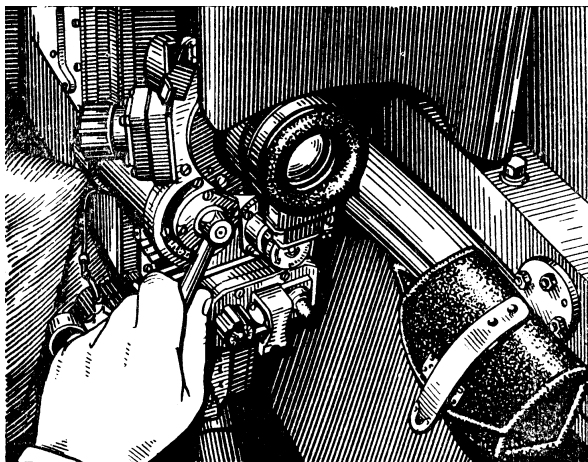
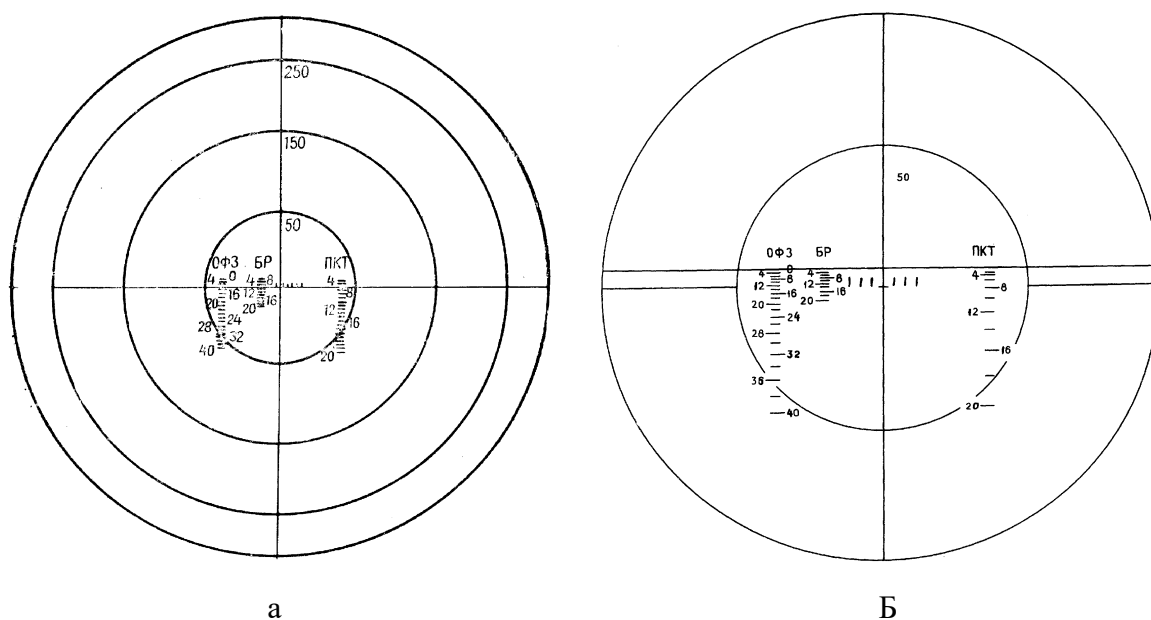

Рис. 57. Встановлення збільшення прицілу 1ПЗ-3
Рис. 59. Поле зору прицілу 1ПЗ-3:
- встановити необхідне збільшення прицілу (Рис. 59), для чого, взяти лівою рукою за ручку встановлення збільшення, розташовану внизу панелі прицілу та перевести її (рис. 57) у необхідне положення «1,2^x» чи «4^x»;